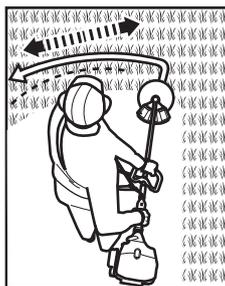

Fig. 18b
- Déplacer lentement et régulièrement le produit de gauche à droite en formant un arc avant de revenir à la position de départ pour débroussailler la zone suivante (voir Fig. 18b).